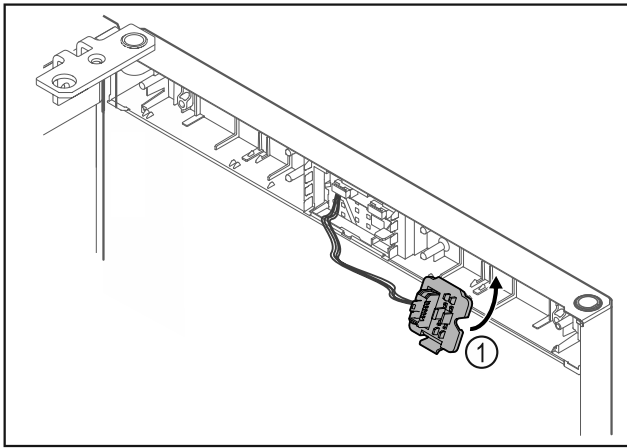

Fig. 21
- ▶ Κουμπώστε το στήριγμα του φισ Fig. 21 (1) στην απέναντι πλευρά.